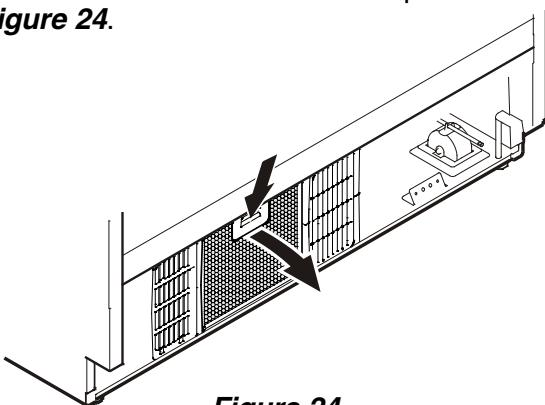

Figure 24
- Presser le bouton du filtre à air vers le bas, faire basculer le filtre vers l'avant puis le retirer - **Figure 24.**